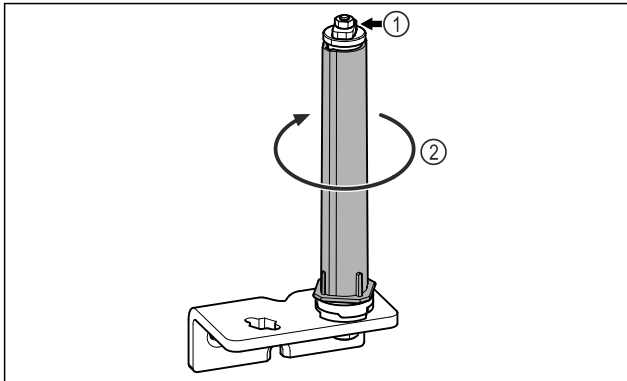

Fig. 23
- Ne pas démonter le système de fermeture de la porte Fig. 23 (1).
- ▶ Faire tourner le système de fermeture Fig. 23 (2) jusqu'à entendre un clic.